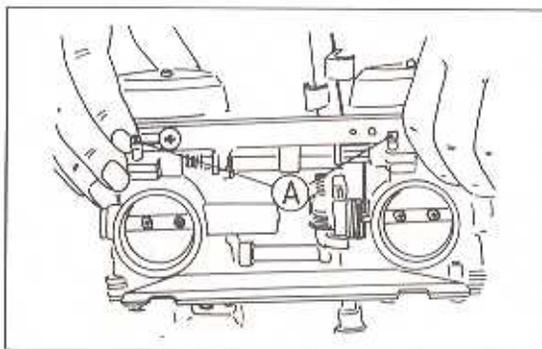

Bild 61
- An der Synchronisierschraube die beiden Vergaser auf minimale Differenz einregulieren (Bild 61).